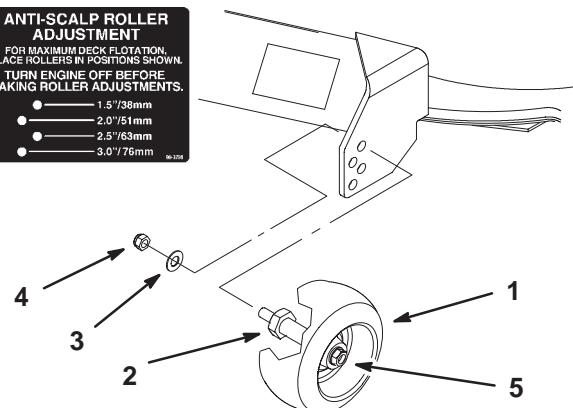

Figure 18
4. Lorsque la hauteur de coupe est réglée, enlevez l'écrou et la rondelle tout en maintenant le goujon avec une clé (Fig. 18).
- Remarque :** N'enlevez pas l'écrou et la rondelle de roue (Fig. 18).
5. Choisissez le trou pour que la roue de jauge se trouve le plus près possible de la hauteur de coupe correspondante voulue (Fig. 18).
6. Remettez l'écrou et la rondelle sur le goujon (Fig. 18).